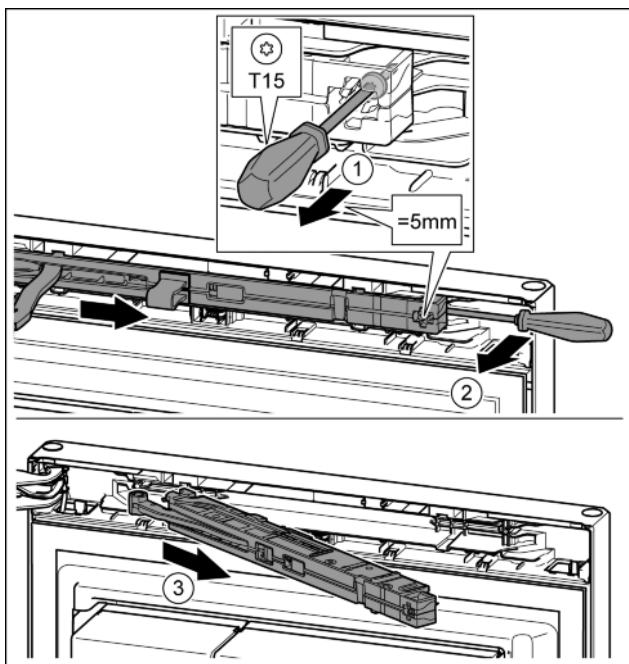

Fig. 13
- Ослабить винт на узле амортизатора с помощью отвертки T15 примерно на 5 мм. Fig. 13 (1)
- Отверткой со стороны ручки переместить за узел амортизатора и повернуть вперед. Fig. 13 (2)
- Вытащить узел амортизатора. Fig. 13 (3)